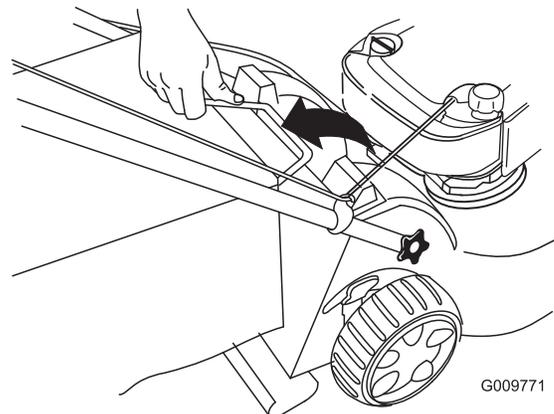

Figure 32
2. Soulevez le bac à herbe par la poignée pour le dégager des rainures en haut de la machine et le retirer (Figure 32).